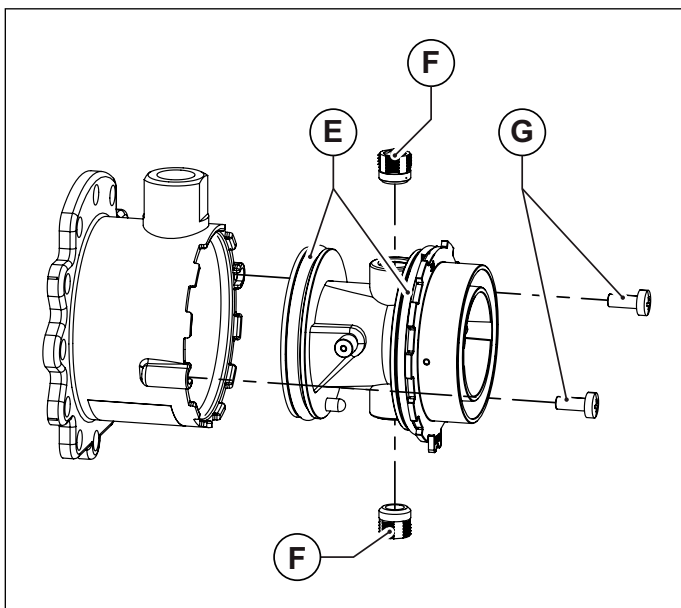

Рис. 29 Пластмасовий корпус змішувача
- Відкрутіть два гвинта та вийміть пластиковий корпус змішувального вузла (дивись Рис. 29 Пластмасовий корпус змішувача).
- Використовуючи шостигранний ключ, викрутіть дві форсунки діаметром 6 мм (дивись Рис. 29 Пластмасовий корпус змішувача).
- Вставити пластмасовий корпус (трубку Вентурі) в узел підмісу та зафіксувати його гвинтами, слідкуючи за тим щоб не пошкодити ущільнення які розташовані по краях пластмасового корпусу (див. Рис. 29 Пластмасовий корпус змішувача) правильно обрати монтажне положення (див. Рис. 30 Розташування для мотажу).
- Закріпіть вузол підмісу на вентиляторі за допомогою болтів з циліндричною головкою під шостикутник, не забуваючи встановити між ними кілцеве ущільнення (див. Рис. 29 Пластмасовий корпус змішувача).
- Вставити пластмасовий корпус (трубку Вентурі) в узел підмісу та зафіксувати його гвинтами, слідкуючи за тим щоб не пошкодити ущільнення які розташовані по краям пластмасового корпусу (див. Рис. 29 Пластмасовий корпус змішувача) правильно обрати монтажне положення (див. Рис. 30 Розташування для мотажу).
- Закріпіть вузол підмісу на вентиляторі за допомогою болтів з циліндричною головкою під шостикутник, не забуваючи встановити між ними кільцеве ущільнення (див. Рис. 29 Пластмасовий корпус змішувача).